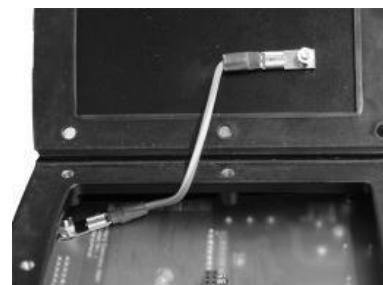

Bild 2
3. PE-Verbindung an der Innenseite der zu montierenden Technologiebox (Bild 2) an klemmen. Dichtung zusammen mit der **Technologiebox** auf der Oberfläche des Frequenzumrichters fixieren. Dabei ist auf einwandfreie Kontaktierung der Steckerleiste zu achten.